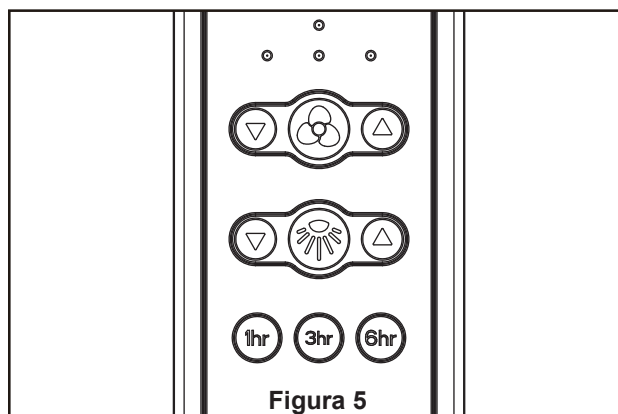

Figura 5
- ☐ 4. Una vez que se ha realizado la conexión, deslice el receptor en el soporte del colgador, teniendo cuidado de no pillar los cables. (Figura 5)
- ☐ 5. Instale la cubierta interior del interruptor en la cubierta del interruptor de la carcasa de soporte usando las dos ranuras de la carcasa interior. Vuelva a colocar el tornillo extraído anteriormente y fije correctamente los tres tornillos. (Figura 5)
- ☐ 5. Funciones del control remoto: (Figura 5)